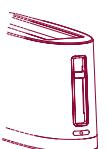

Fig. 6
- 4 Une fois le cycle de grillage terminé, le levier "lift mechanism" remontera automatiquement et la touche CANCEL s'éteindra (fig. 6).